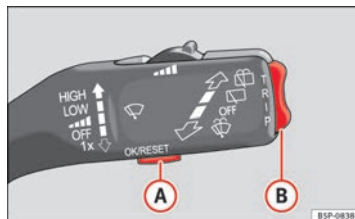

Abb. 43 Scheibenwischerhebel: Kontrolltas-
- Wählen Sie im Hauptmenü den Menüpunkt **Fzg-Status**: „Hauptmenü“ und drücken Sie die Taste  am Scheibenwischerhebel  ⇒ **Abb. 43. Oder**